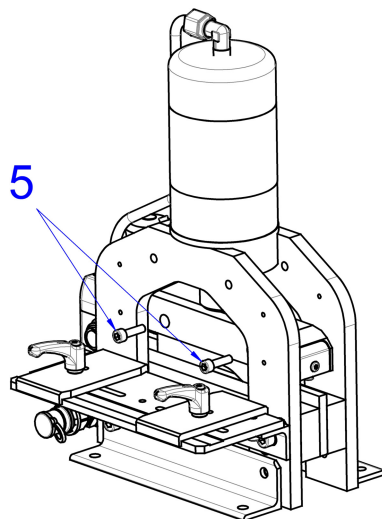

Imagen 12: Extraer los tornillos de fijación
- Extraer los dos tornillos M8 (imagen 12, 5) del lateral de la barra de corte.
- Atornillar los dos tornillos M8 (imagen 12, 5) del lateral con un par de apriete de 15 – 20 Nm.